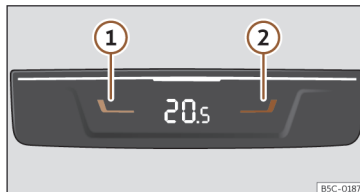

Fig. 145 Na parte traseira da consola central: comandos para os lugares traseiros.
- Pressione os botões **1** e **2** » **Fig. 145** para ajustar a temperatura da zona posterior.